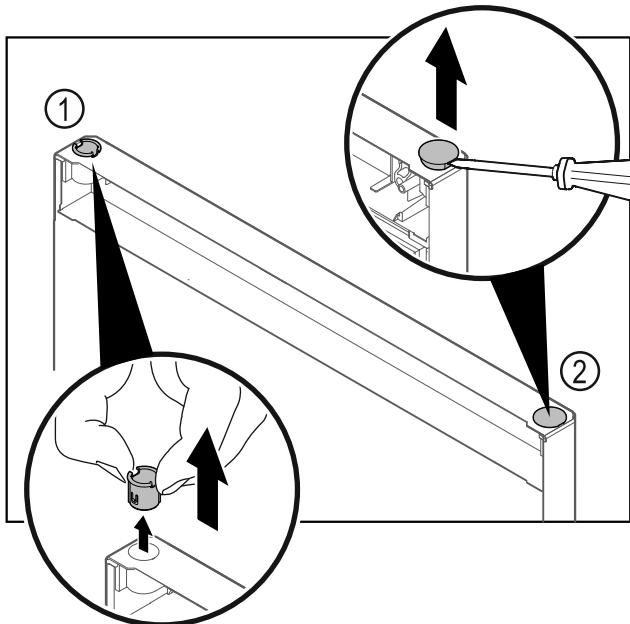

Fig. 11
- Pirštais ištraukite šarnyrinę ivorę Fig. 11 (1).
- Dengiamajį kamštį Fig. 11 (2) atsargiai pakelkite išdrožiniu atsuktuvu ir jį ištraukite.